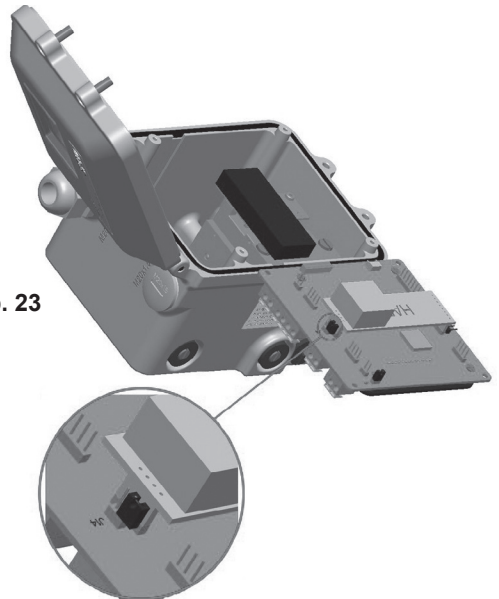

Abb. 23
- Stecken Sie den Jumper J14 ein (siehe Abbildung 23).